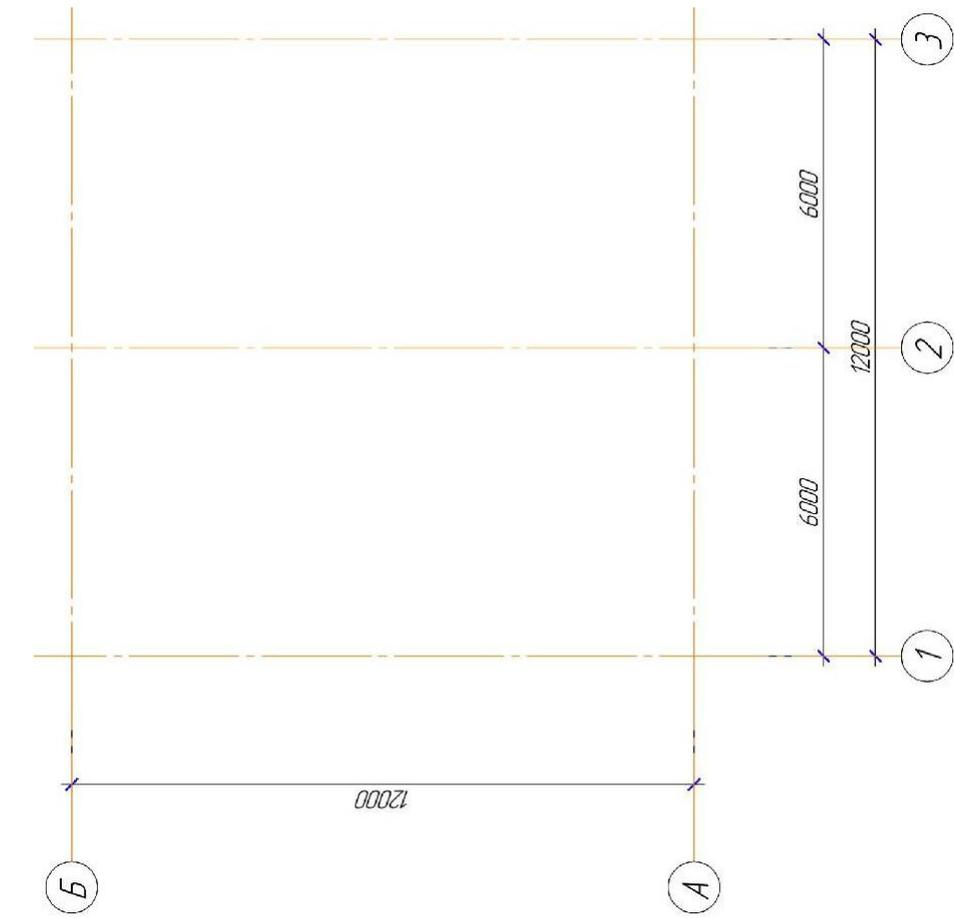

Рисунок 36
2. Вычерчивают все наружные и внутренние несущие стены (рис. 36).